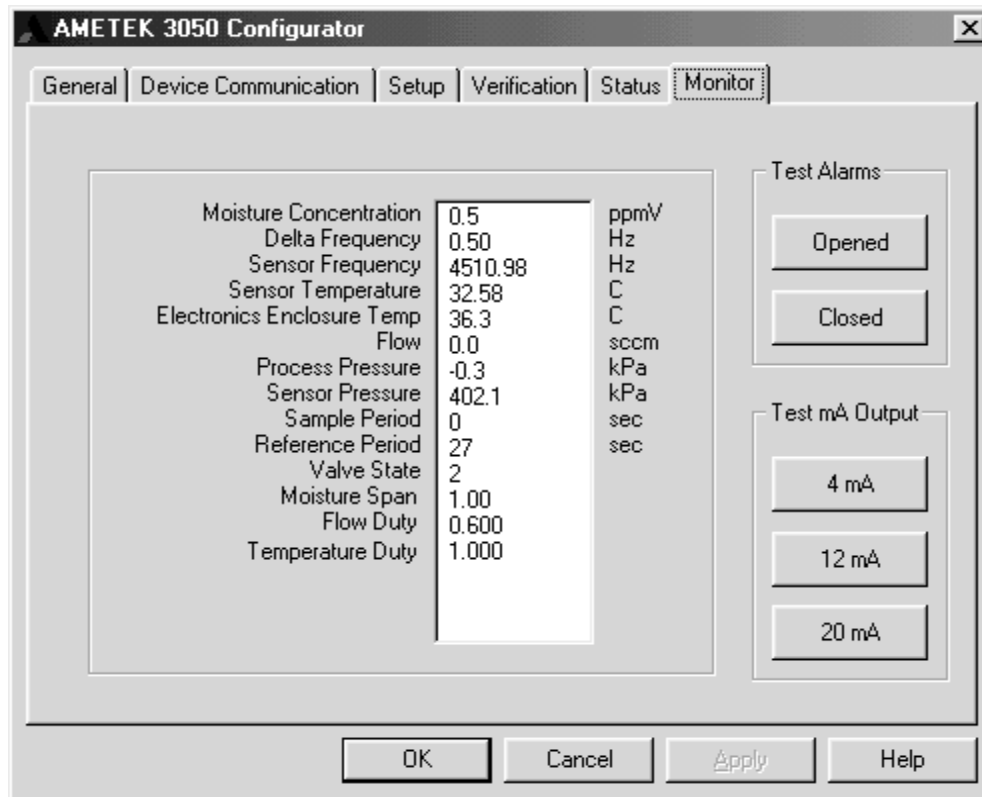

Figure 3.9. : Configurateur AMETEK 3050-OLV - Onglet Moniteur
6. Visualiser les lectures de paramètres de l'Analyseur 3050-OLV à l'aide de l'onglet Moniteur . Se reporter en Figure 3.9.